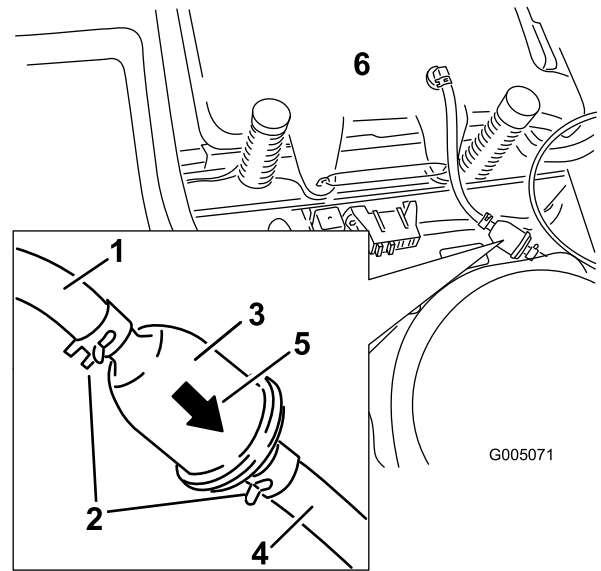

Figura 38
4. Apriete los extremos de las abrazaderas y deslícelas por el tubo alejándolas del filtro (Figura 38).
6. Instale un filtro nuevo – la flecha que indica el sentido de flujo debe apuntar hacia el motor. Acerque las abrazaderas al filtro (Figura 38) para sujetar éste.